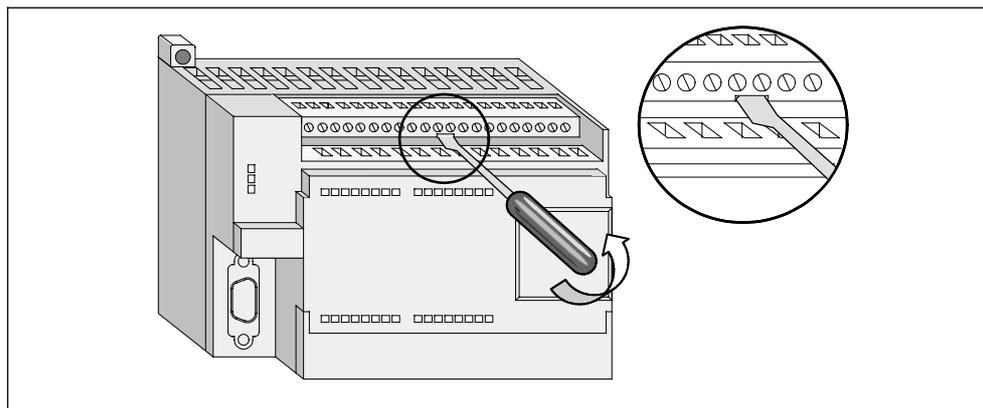

图 42 CPU 224 或 I/O 扩展模块的可拆卸端子连接器
采用可拆卸的端子连接器 采用可拆卸的端子连接器(图 42)可以保证当拆卸和重新安装 S7-200 CPU 和 I/O 模块时现场接线固定不变。
2. 如图 42 所示，把螺丝刀插入端子块中央的槽口中。